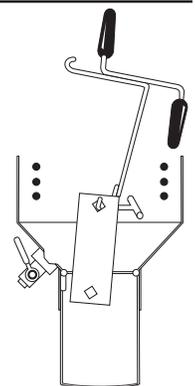

ILUSTRACIÓN 5
15. Introduzca la placa calorífica en el colector utilizando el gancho de drenaje de la cesta (Ilustración 5).